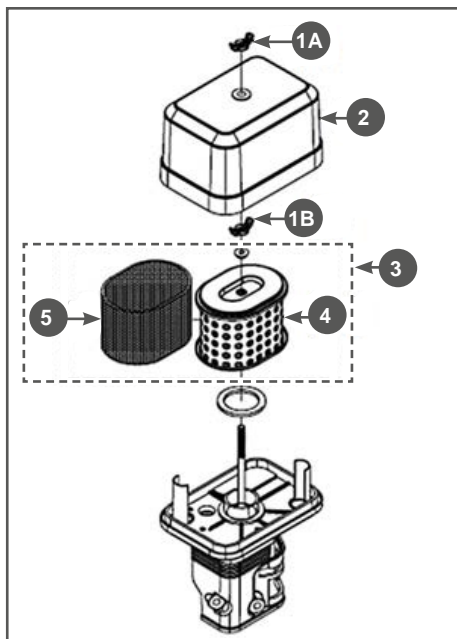

Рис. 19 Обслуживание воздушного фильтра
1. Открутите барашковую гайку 1А и снимите крышку 2 воздушного фильтра (Рис. 19).
2. Открутите барашковую гайку 1В и извлеките из корпуса воздушный фильтр 3 в сборе (Рис. 19).
вый (предварительный) фильтрующий элемент 5 установлен на корпусе бумажного фильтрующего элемента 4 (Рис. 19).
- При незначительном загрязнении промойте предварительный поролоновый фильтрующий элемент 5 (Рис. 19) теплым мыльным раствором и просушите. Поврежденный или сильно загрязненный поролоновый фильтрующий элемент замените.
Бумажный фильтрующий элемент 4 (Рис. 19) не подлежит очистке, необходима его замена. Не продувайте основной бумажный фильтрующий элемент сжатым воздухом, не промывайте его в бензине и других растворителях.